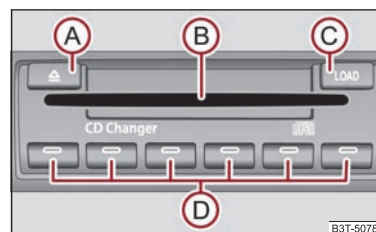

Fig. 149 Magazia de CD-uri
- Apăsăți scurt pe tasta **(C)** ⇒ fig. 149 și introduceți CD-ul (Compact Disc) în aparat **(B)**. CD-ul va fi depozitat automat pe prima poziție liberă din magazia de CD-uri. Ledul din tasta respectivă **(D)** va înceta să clipească.